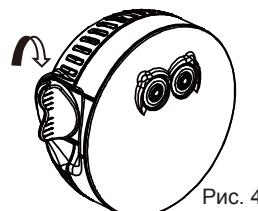

Рис. 4
- Bezpiecznie dokręcić ręcznie pokrywę obudowy baterii (1) (see Fig 4).
4. Плотно затяните руками крышку отсека с батарейками (1) (См. рис. 4).